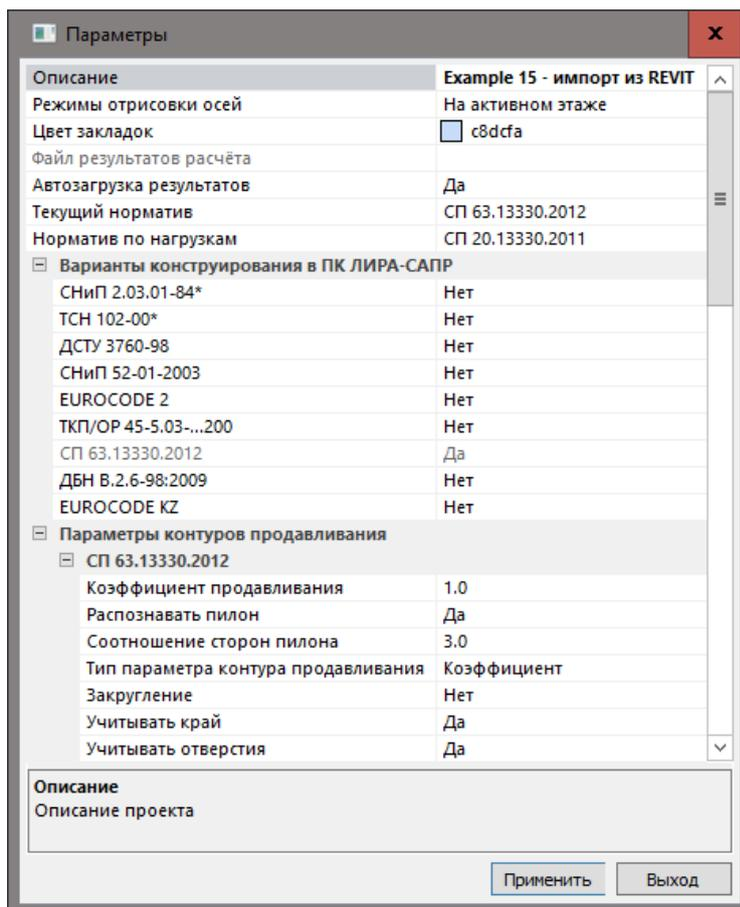

Рис.15.10. Диалоговое окно **Параметры**
- Вызовите диалоговое окно **Параметры** (рис.15.10) щелчком по кнопке  - **Свойства проекта** (панель **Проект** на вкладке **Создание**).